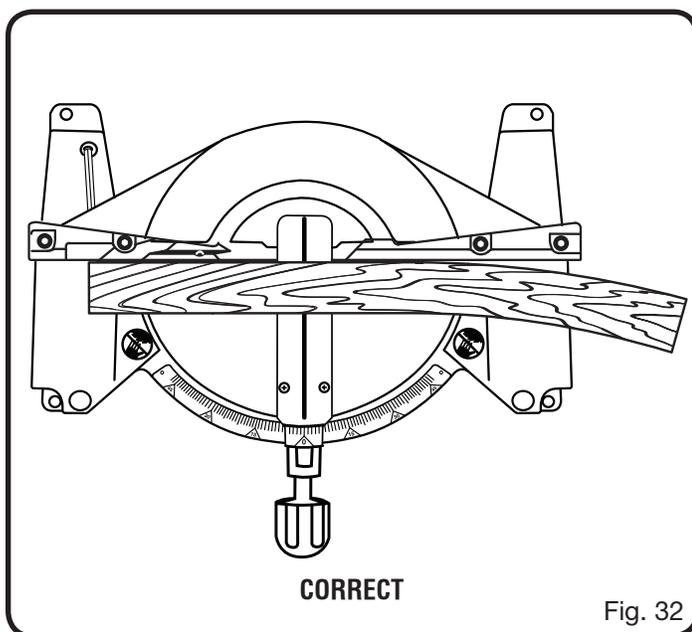

Fig. 32
- Placer la pièce à couper à plat sur la table à onglets, l'un de ses bords solidement appuyé contre le guide. Si la planche est voilée, placer le côté convexe contre le guide. Si le bord concave d'une pièce est placé contre le guide, la pièce peut se refermer sur la lame en fin de coupe et la bloquer. *Voir les figures 32 et 33.*
Voir les figures 32 et 33.
Lors de la coupe d'une pièce voilée, toujours s'assurer que son bord convexe est placé contre le guide, comme le montre la figure 32.